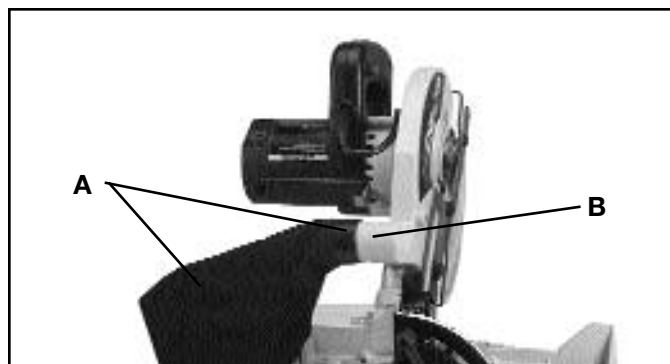

Fig. 9
Ensamble la bolsa guardapolvos, (A) Fig. 9, al conductor de polvo (B), en la parte posterior del ensamblado del protector superior, como se ilustra aquí.